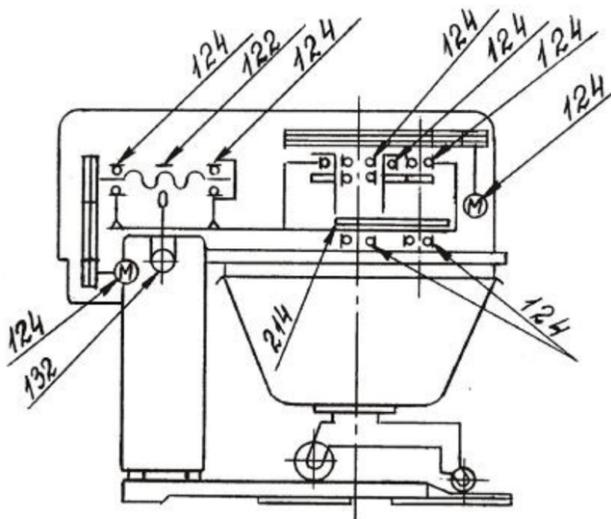

Рисунок 4 - Карта смазки
2.3.2 Проверить наличие смазки в подшипниках в соответствии с картой смазки (см. рисунок 4), при необходимости смазать.
3.1.2 Смазку узлов тестомесильной машины производить в соответствии с картой смазки (см. рисунок 4).